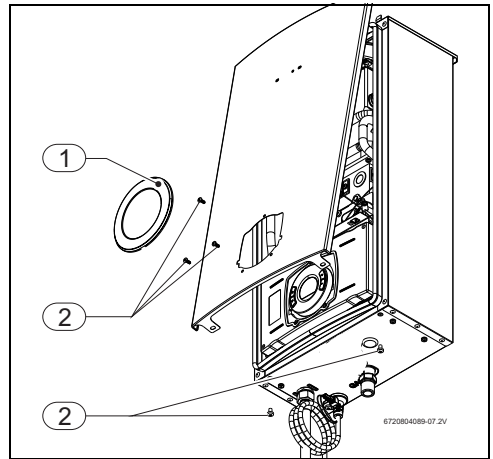

Fig. 19 Rimuovere il mantello frontale
- Rimuovere la finestrella di ispezione dell'apparecchio, per farlo è sufficiente tirarla leggermente verso di voi (Fig. 19, [1]).
- Svitare le 5 viti di fissaggio del mantello frontale (Fig. 19, [2]).